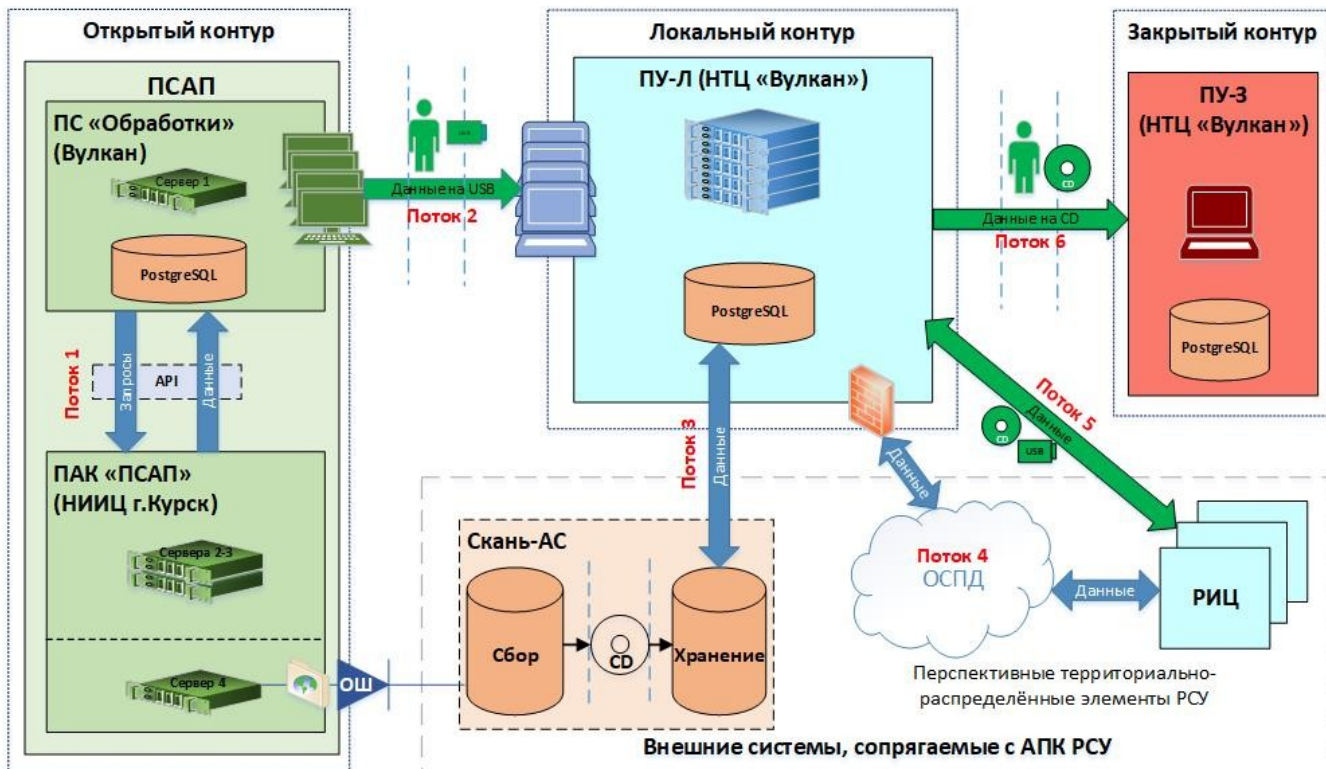

Рисунок 3 – Схема информационных потоков ПАК «ЦУСС»
1.1.4.3 Схема информационных потоков ПАК «ЦУСС» представлена на рисунке Рисунок 3.